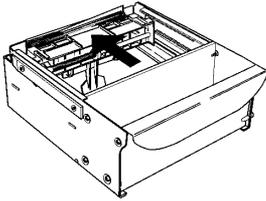

Figura 4-23. Suelte la placa compactadora.
4. Suelte la placa de empuje para que presione contra los billetes. Cuando se cargue la bandeja de billetes hasta su máxima de su capacidad, asegúrese de que la placa de empuje tenga un espacio libre de aproximadamente $\frac{1}{4}$ de pulgadas (5 mm.) entre la placa de asiento y la placa de empuje (Figura 4-23).